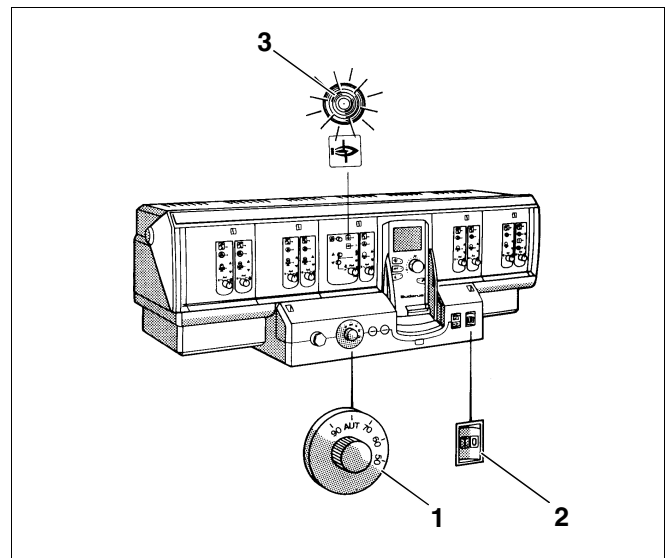

Fig. 1 Aparat reglare de ex. Logamatic 4311
- Reglați comutatorul (Fig. 1, **Poz. 2**) funcționare pe poziția "I (Pornit)".
- Poziționați regulatorul de temperatură pentru apa din cazan (Fig. 1, **Poz. 1**) pe poziția AUT (reglare temperatura exterioară; presetare din fabrică). În cazul unei reglari constante stabiliți temperatura dorită.
- Poziționați comutatorul (Fig. 1, **Poz. 2**) funcționare pe poziția "0" (Oprit).
Deranjamentele la arzător vor fi semnalizate prin semnale luminoase, iar cele la aparatul de reglare (Fig. 1, **Poz. 3**) vor fi afișate pe display.